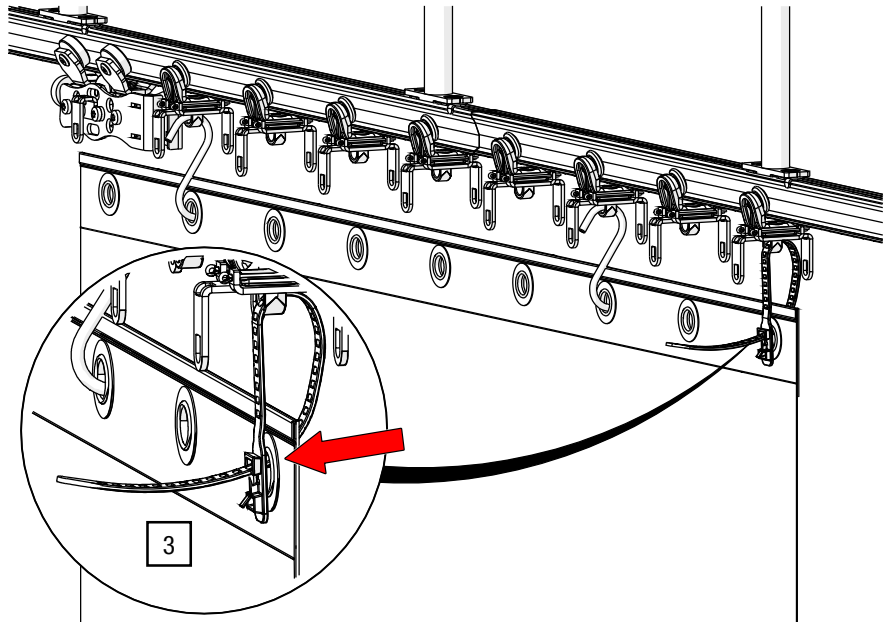

Abb. 105: Innenlagen – Mit Softbindern verbinden
3. Fädeln Sie die Innenlagen auf den Softbinder auf und ziehen Sie die Lasche durch das erste Loch im Kopf des Softbinders (siehe Abb. 105).